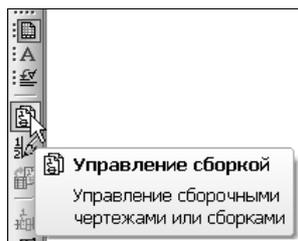

Рис. 9.103. Команда **Управление сборкой** на инструментальной панели **Спецификация**
1. Если вы находитесь в режиме разметки страниц, вернитесь в нормальный режим работы со спецификацией. Нажмите кнопку **Управление сборкой** на инструментальной панели **Спецификация** (рис. 9.103).